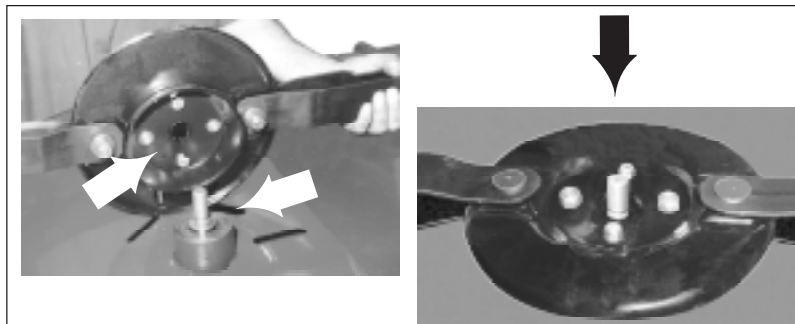

Fig. 05.02
**Il montaggio è perfetto se viene rispettata la sequenza mostrata nel Cap. 05 - Fig. 05.01 ; Fig. 05.02 - pag. 52**
**The assembly is perfect if the sequence is respected as shown in Chap. 05 - Fig. 05.01; Fig. 05.02 - page 52**
**Le montage est parfait si l'on respecte la séquence montrée au Chap. 05 - Fig. 05.01 ; Fig. 05.02 - page 52**
**Die Montage ist perfekt, wenn die auf Kap. 05 - Abb. 05.01 ; Abb. 05.02 Seite 52 angezeigte Reihenfolge respektiert wird.**